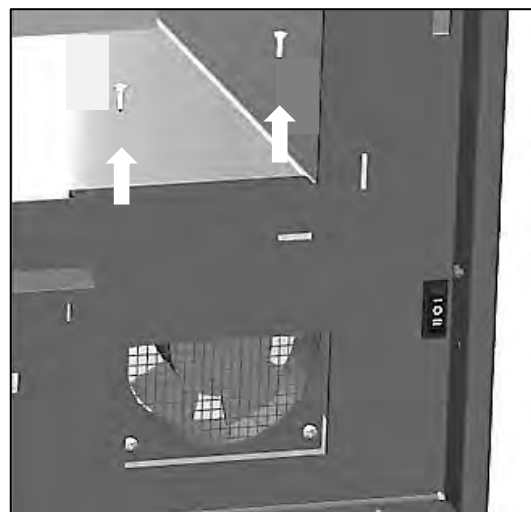

FIG. 4
2. Allentare le 2 viti superiori che fissano l'insieme del ventilatore ed estrarlo dalla sua sede tirando dolcemente verso l'alto. (Fig. 4 y Fig. 5).